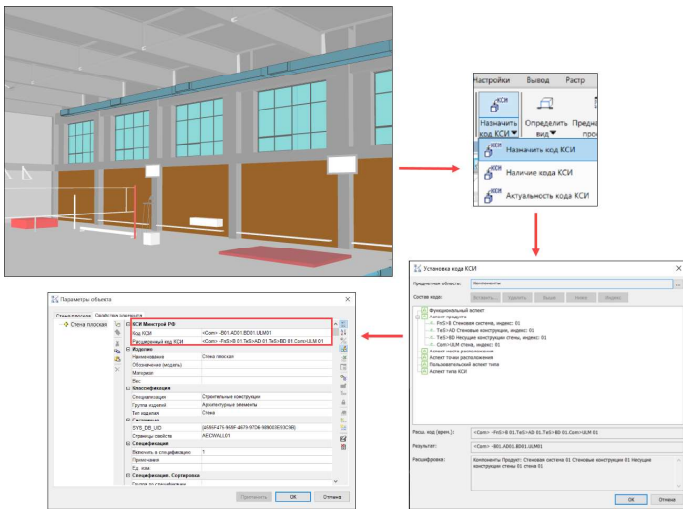

Рис. 12. Назначение кода КСИ в Model Studio CS Строительные решения
- 3) **Актуальность кода КСИ** — переход в диалоговое окно, где отображаются сведения об актуальности или неактуальности кода каждого из объектов. Все изменения параметров кода КСИ, произведенные в базе, отображаются в соответствующей строке (рис. 12).